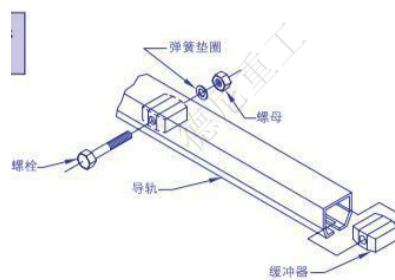

图8B. 在主梁上安装缓冲器
- 8.4 在主梁上安装终端缓冲器（带通孔的缓冲器）（图 8B）